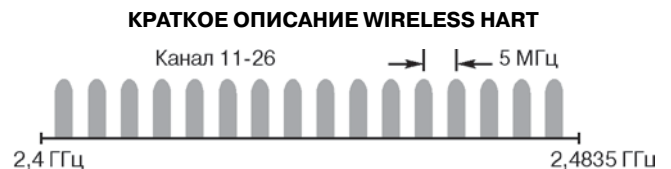

Рис. 2.
- **Диапазон частот IMS 2,4 ГГц, разделенный на 15 радиоканалов** (см.рис.2)